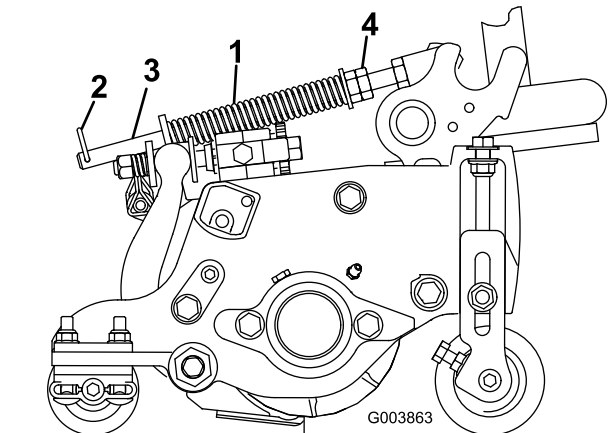

Bild 15
1. Stellen Sie sicher, dass der Lastösenbolzen in das hintere Loch in der Federstange eingesetzt ist (Bild 15).
2. Ziehen Sie die Sechskantmuttern vorne an der Federstange an, bis die komprimierte Länge der Feder 15,9 cm beträgt (Bild 15).